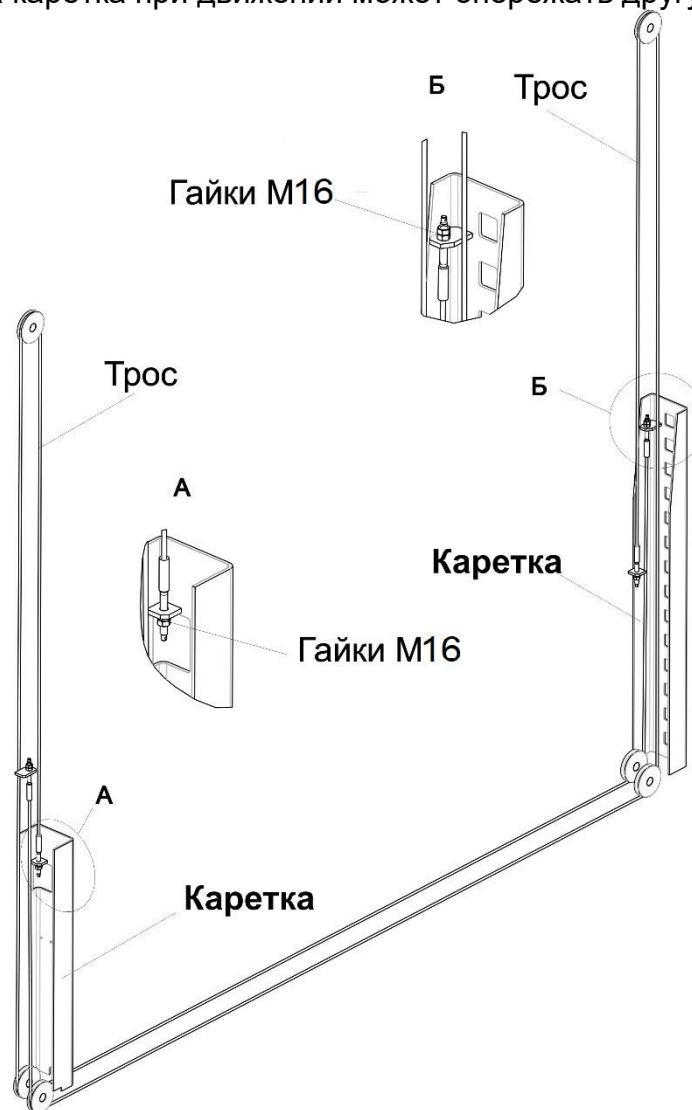

Рисунок 5 - Схема запасовки синхронизирующих тросов
6.6 Поднять каретки погрузчиком или другими подъемными средствами и установить их на стопоры (на высоте около 600 мм от пола). Установить тросы системы синхронизации кареток (см. Рисунок 5). Для облегчения монтажа тросов в каретках использовать тонкую проволоку, протетую через отверстие в наконечнике троса, убедиться, что тросы расположены на блоках. Отрегулировать натяжение тросов, путем закручивания гаек М16, до одинаковой степени натяжения, затем законтрить. При чрезмерном натяжении тросов каретки движутся прерывисто. При недостаточном натяжении тросов одна каретка при движении может опережать другую.